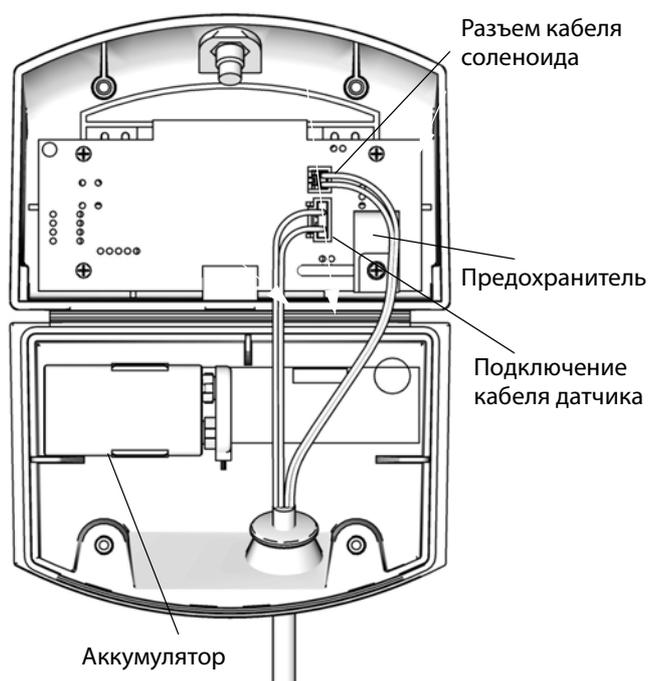

Рис. 20. Расположение аккумулятора модуля и предохранителя DataTrak
5. Отсоедините отработанный аккумулятор и замените его новым одобренным аккумулятором. См. Рис. 20.